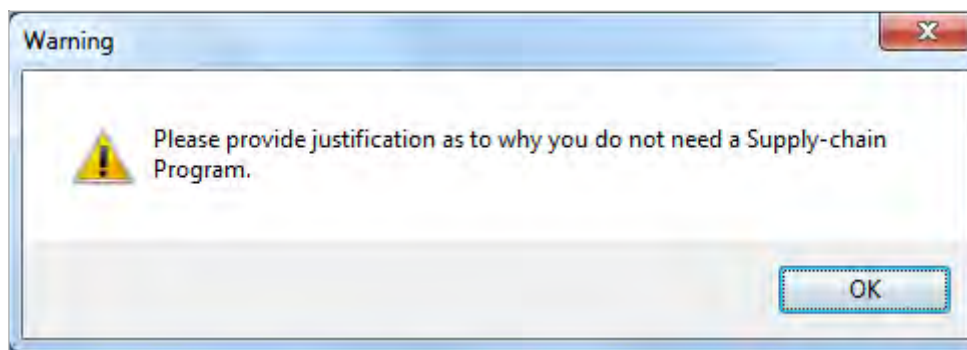

図64: 説明を求めるメッセージ
- サプライヤーを削除するには、図64および65に示されている通り、対象のサプライヤー名を右クリックし、削除を確定する。